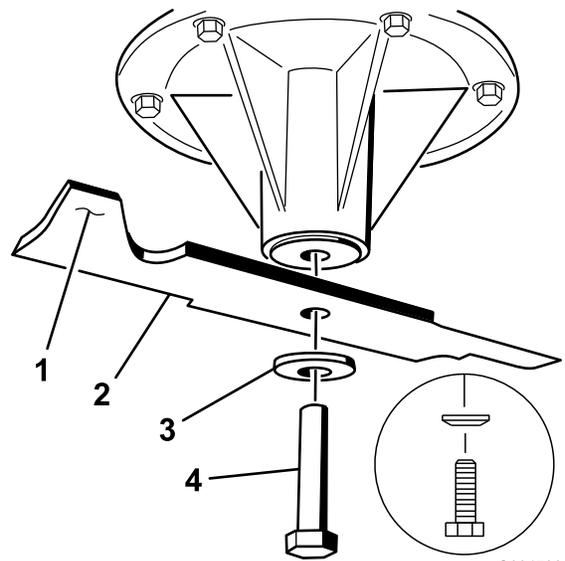

Figure 102
1. Reposez sur les axes, les lames gauche et centrale, les rondelles bombées et les boulons de lame (Figure 102 et Figure 103).
Remarque: Orientez le cône de la rondelle bombée vers la tête du boulon (Figure 102).
2. Posez sur l'axe, la lame droite, la rondelle bombée et le boulon (fileté à gauche) (Figure 102 et Figure 103).